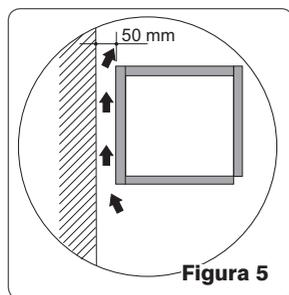
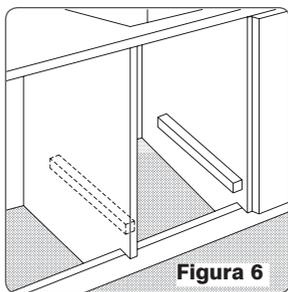
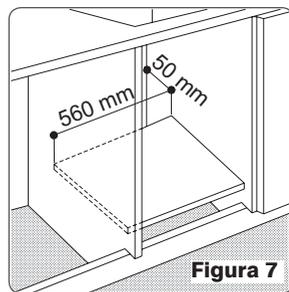

Figura 5
Figura 6
Figura 7
**Assim que o Forno for colocado dentro do nicho, todas as partes elétricas devem ser completamente isoladas. Nenhuma parte elétrica deve ficar em contato com o aparelho (Figura 5).**
É indispensável garantir a circulação do ar na parte posterior do Forno, o que é necessário para um bom resfriamento (Figura 5).
Instale o Forno sobre 2 ripas de madeira (Figura 6) ou, se for colocado sobre uma base placa, esta base deve ter uma abertura de 560 x 45mm (Figura 7).
Fixe a outra extremidade do tubo flexível metálico no adaptador (figura 3) usando uma chave de boca de 26 mm (1"), a outra extremidade do adaptador deve ser fixada no registro do regulador de pressão (figura 4) usando chave de 23 mm (7/8"). Caso o regulador de pressão não possua conexão compatível com o adaptador (figura 5), o registro do regulador deverá ser substituído (figura 6).
Conecte o regulador de gás ao botijão, apertando-o somente com as mãos (figura 7). Esse sistema foi desenvolvido para vedação somente com a força “manual”, não necessitando de ferramentas.